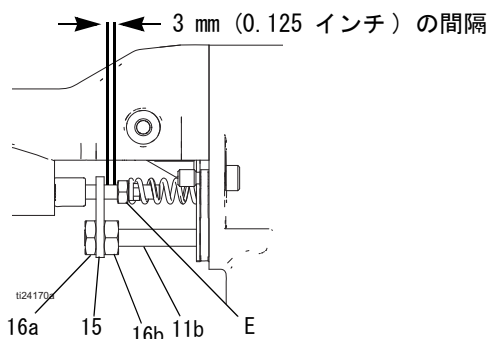

図 34。作動装置のアームの調整
- 調整ナット（16a、16b）と作動装置のアーム（15）を取り外します。図 34 を参照してください。